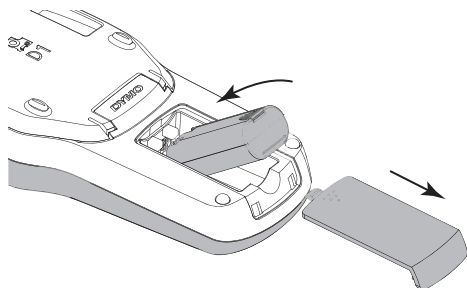

Figure 2
- 1 Retirez le couvercle du compartiment à pile de l'étiqueteuse en le faisant glisser. Voir Figure 2.
- 2 Retirez le couvercle du compartiment de la pile de l'étiqueteuse en le faisant glisser. Voir Figure 2.